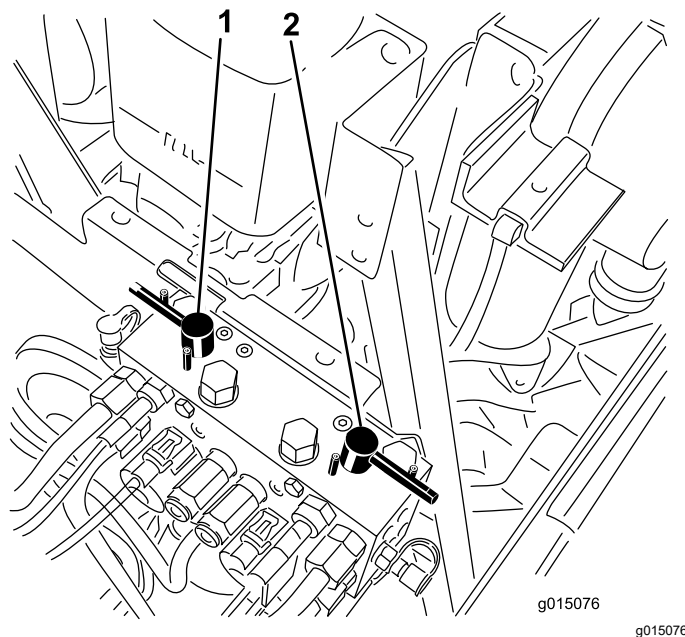

Figura 80
4. Selecione as alavancas de retificação dianteiras, traseiras ou ambas para determinar quais as unidades a retificar (Figura 80).